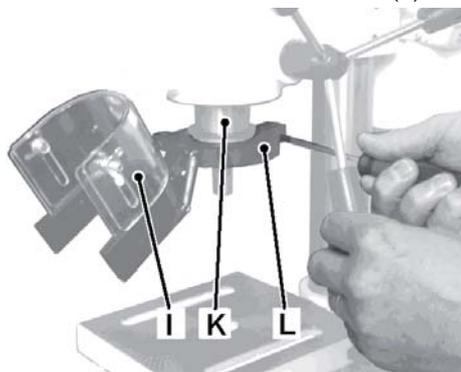

Рис. 2
- Установите защиту патрона (I, Рис. 2) на сверлильную пиноль (K), прежде чем монтировать патрон.
- Плотно затяните зажимной винт (L).